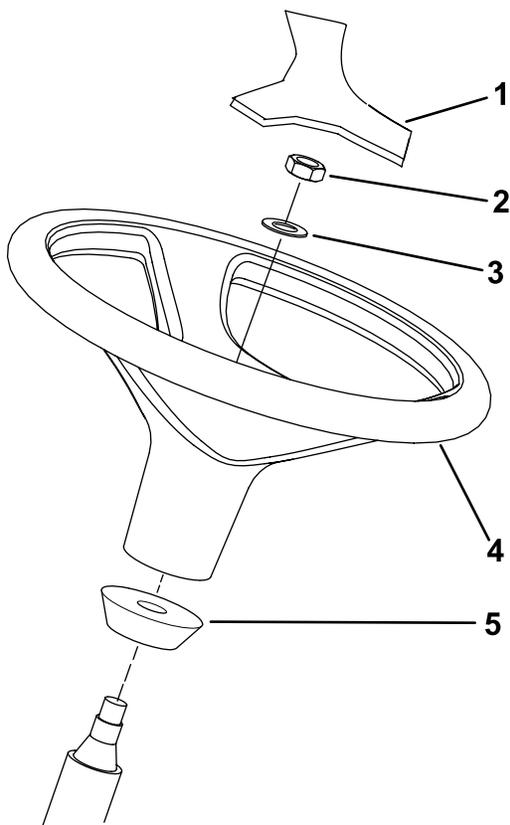

Рисунок 14
- Снимите рулевое колесо с транспортировочного поддона (Рисунок 14).
Примечание: Убедитесь, что кольцо из пеноматериала осталось на рулевом валу (Рисунок 14).
- Наденьте рулевое колесо и шайбу на рулевой вал (Рисунок 14).
- Установите крышку на рулевое колесо (Рисунок 14).